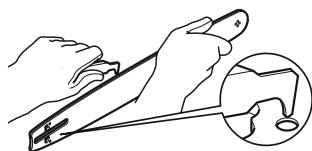

Fig. 46
- > Pour nettoyer les résidus accumulés dans les rails du guide-chaîne [4], utilisez un tournevis, un couteau de vitrier, une brosse métallique ou autre outil similaire. Cela permettra une meilleure circulation de l'huile afin que la chaîne et le guide-chaîne (4) soient correctement graissés en permanence. [3] (Fig. 46).